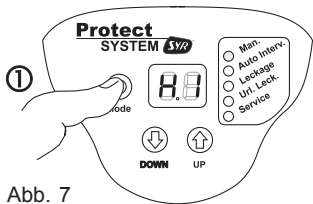

Abb. 7
Drücken Sie einmal die „Mode“-Taste (1). Der Anmeldestatus des Bodensensors wird angezeigt. Ist der Bodensensor korrekt angemeldet, wird die Anzeige „H1“ angezeigt (Abb. 7). Ohne einen Bodensensor wird die Anzeige „H0“ angezeigt.